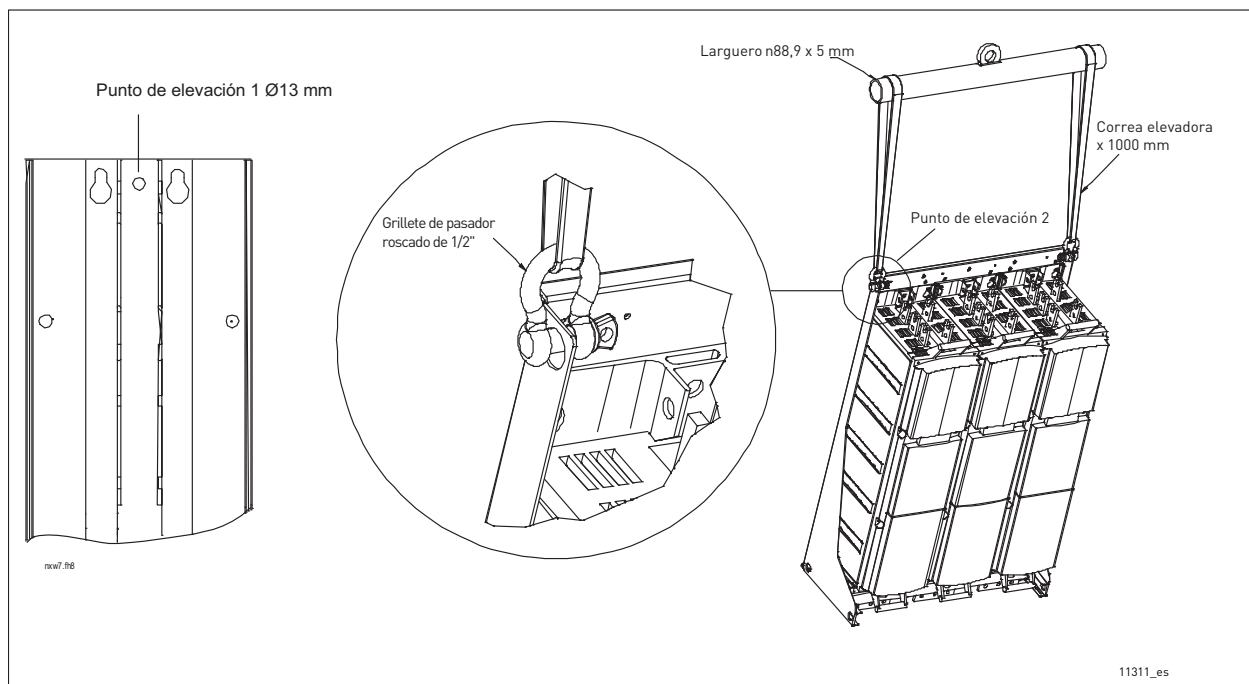
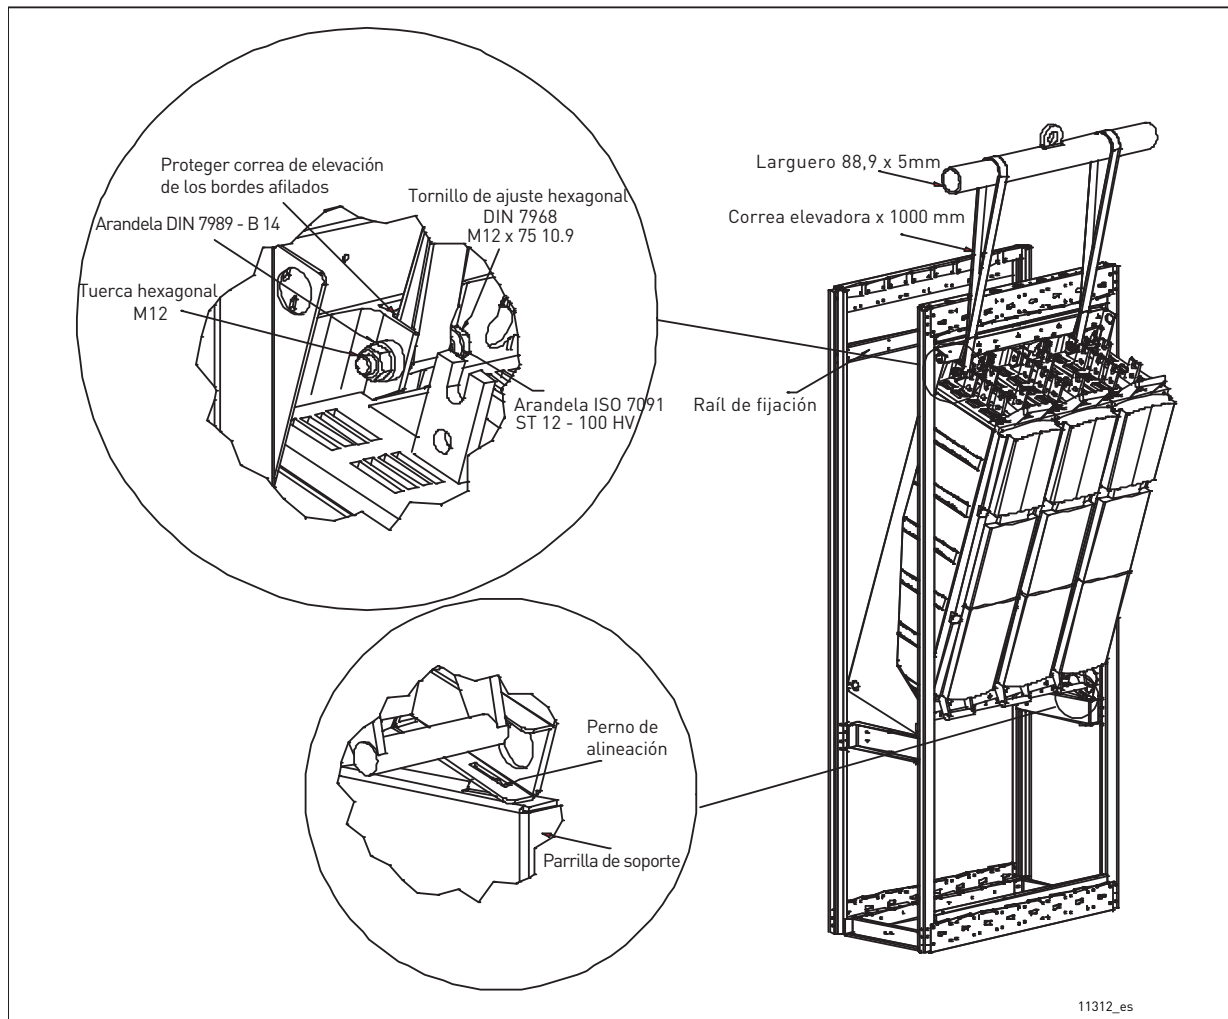
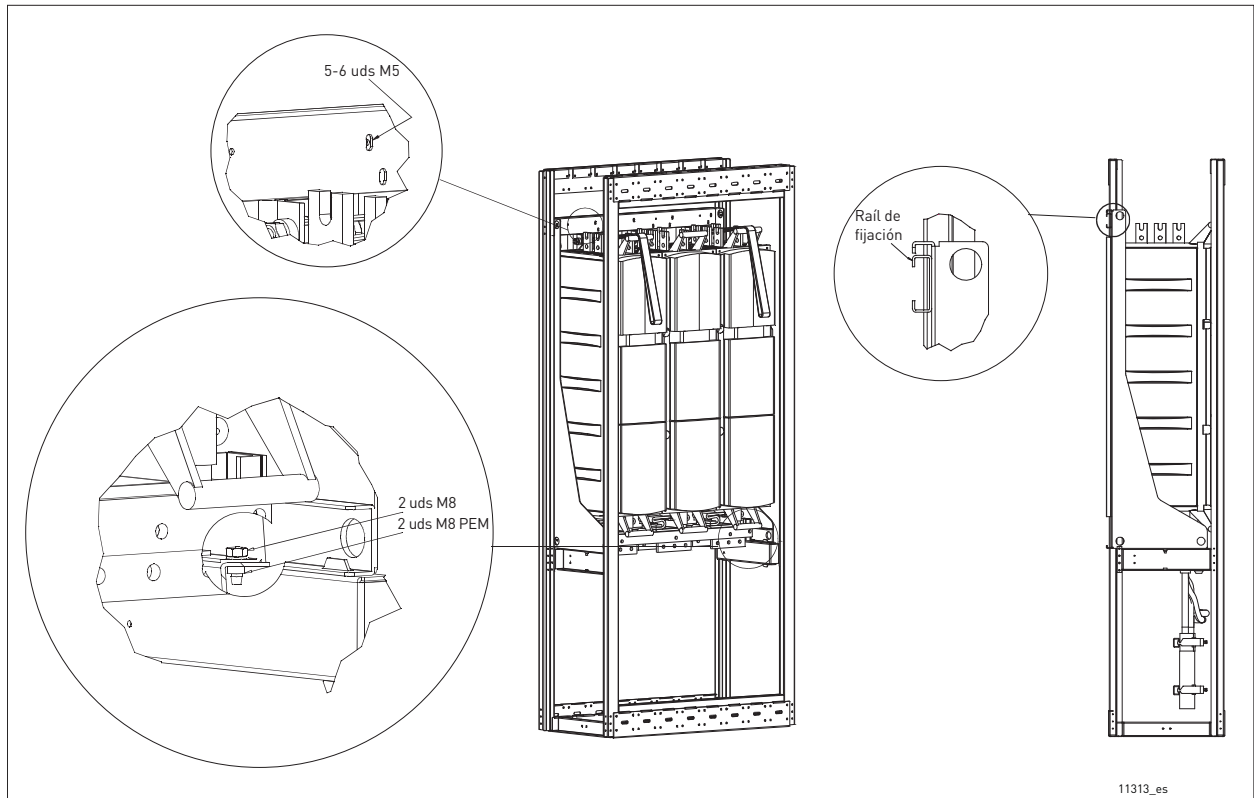

Figura 3. Puntos de elevación para convertidores compuestos por un módulo (izquierda) o varios módulos
Figura 4. Elevación del convertidor en un espacio de montaje estrecho
Figura 5. Fijación del convertidor al bastidor del armario
Para unidades sin soporte de montaje (consulte el Capítulo 5.1.2.1), el mejor lugar para levantarlas son los orificios del centro de la placa de montaje (punto de elevación 1). La forma más sencilla y segura de elevar los convertidores de refrigeración líquida Vacon NX compuestos por varios módulos son los orificios del soporte de montaje (punto de elevación 2) mediante un grillete roscado. Preste atención también a las dimensiones recomendadas de la correa de elevación y del travesaño. Consulte la Figura 3.
En ese caso, siga el procedimiento de elevación descrito en la Figura 4. El montaje resulta más fácil y seguro si el convertidor se puede apoyar en una *viga de apoyo* fijada al bastidor del armario. También recomendamos usar un *perno de alineación* para garantizar un montaje fácil y seguro.
Para estabilizar mejor el armario con el convertidor, recomendamos montar un raíl de fijación en la parte posterior del armario, al que se puede enganchar la parte superior de la unidad con 5 o 6 tornillos M5. El recorte es compatible con armarios Rittal o Veda. Fije también el convertidor con tuercas y arandelas M8 a la viga de apoyo. Consulte la Figura 4 y la Figura 5.
**NOTA:** No levante nunca un convertidor por el asa de plástico con un dispositivo de elevación, como una grúa de pluma o un polipasto. El procedimiento de elevación recomendado para estas unidades es el que se describe en la Figura 3 y en la Figura 4.